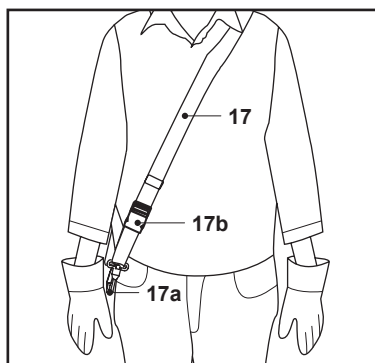

Fig. 5
1. Positionner le harnais (17) en le faisant passer sur l'épaule gauche et en diagonale sur la poitrine et dans le dos. Le clip de fixation (17a) doit être situé au niveau de la hanche droite. Le mécanisme de déblocage rapide (17b) doit se trouver à l'avant (Fig. 5).